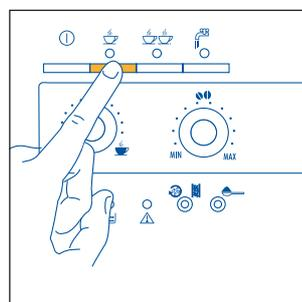
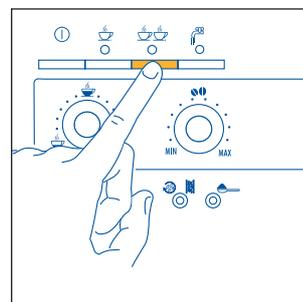

Fig. 12
Fig. 13
- 5) 5) Trykk på tasten  (fig. 12) hvis du ønsker 1 kopp, eller på tasten  (fig. 13) hvis du ønsker 2 kopper (Nå maler maskinen kaffebønnene, foretar en kort for-trekking og slipper deretter ut resten av vannet i koppen.
**MERKNAD 4:** Mens maskinen lager kaffe, kan du når som helst stanse utslippet ved å trykke på tasten  (fig. 12) eller  (fig. 13) som du valgte tidligere.
**MERKNAD 5:** Med én gang all kaffen har kommet ut, hvis du ønsker å øke kaffemengden, hold tasten  (fig. 12) eller  (fig. 13) som du valgte tidligere inne helt til du får ønsket mengde kaffe (Dette må gjøres innen 3 sekunder etter at kaffen er ferdig).